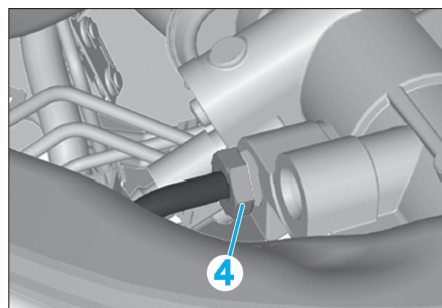

FIG. 21
- l'écrou (4) (taille 17 mm) de la conduite de retour (Fig.21).